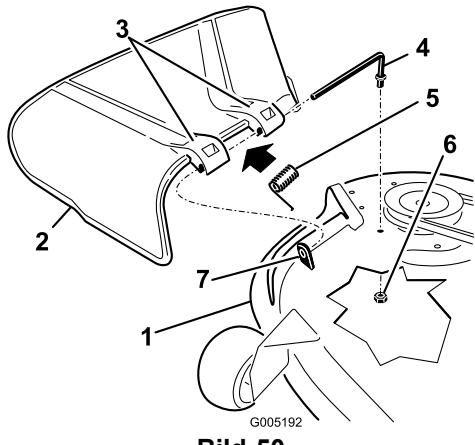

Bild 50
1. Machen Sie die in Bild 50 gezeigten Teile ausfindig.
2. Nehmen Sie die Mutter (3/8 Zoll) aus der Stange unter dem Mähwerk ab (Bild 50).
3. Schieben Sie die Stange aus dem kurzen Vorsprung, der internen Sicherungsscheibe, der Feder und dem Ablenkblech (Bild 50). Entfernen Sie defekte oder abgenutzte Ablenkbleche.
4. Setzen Sie das Ablenkblech und die interne Sicherungsscheibe wieder ein (Bild 50).
6. Setzen Sie die Feder mit den Enddrähten nach unten auf die Stange, zwischen die Ablenkblechhalterungen. Schieben Sie die Stange durch die zweite Ablenkblechhalterung und die interne Sicherungsscheibe (Bild 50).
7. Schieben Sie die Stange vorne am Ablenkblech in den kurzen Vorsprung am Mähwerk. Befestigen Sie das hintere Stangenende mit einer Mutter (3/8 Zoll) am Mähwerk (Bild 50).